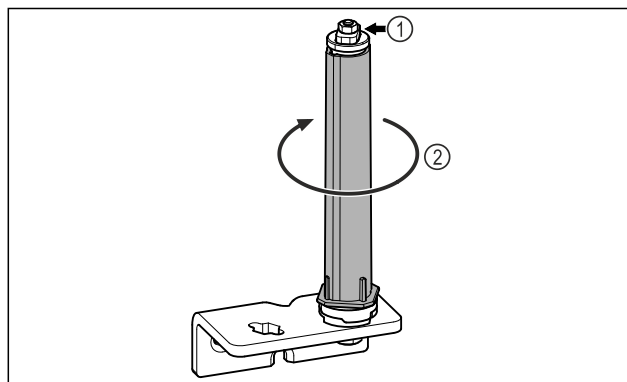

Fig. 29
- Dørlukkesystemet Fig. 29 (1) må ikke demonteres.
- Drej lukkesystemet Fig. 29 (2), til det klikke.